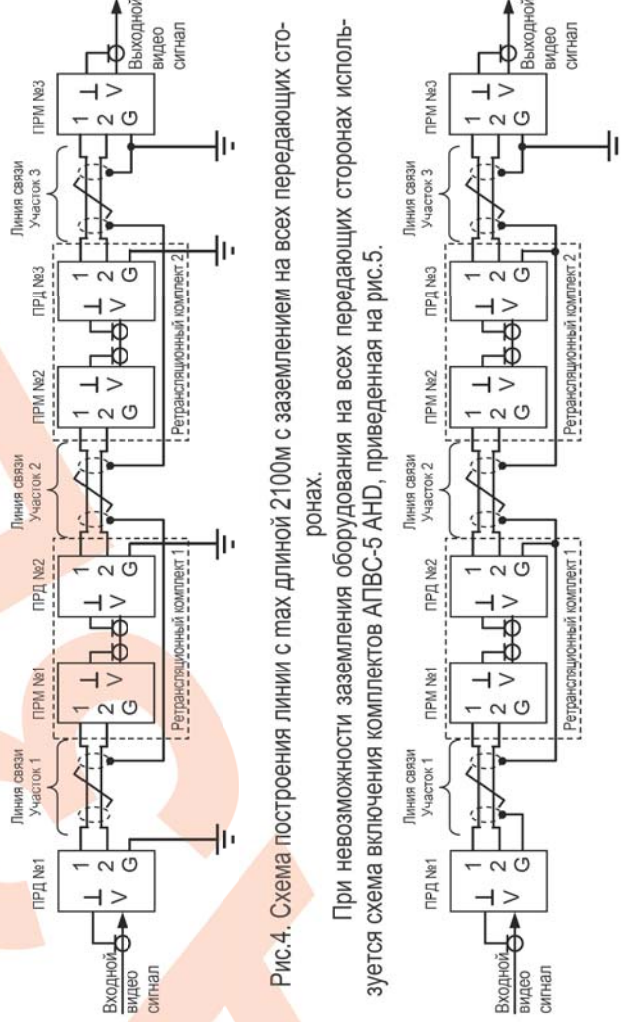

Рис.5 Схема построения линии с max длиной 2100м при невозможности заземления на всех передающих сторонах.
2. На приёмнике «Переключателем дальности» (см. рис.1) установите дальность, соответствующую длине линии в пределах 800 – 1100м. Выбор дальности показан на рис.5.